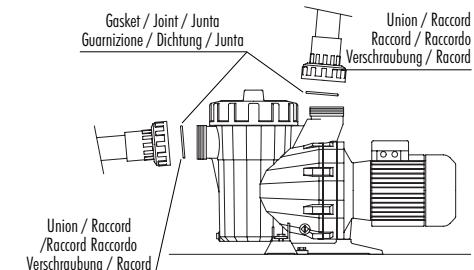

Fig. 2
- Para realizar a ligação da tubagem, encaixar as tubagens nos raios, instalada em conjunto com a bomba; as uniões dos raios às bocas de aspiração e impulsão da bomba são de rosca e utilizam juntas de vedação para evitar a perda de água (Fig. 2).
- Realizar a instalação das tubagens de impulsão de forma perpendicular e bem centrada em relação à entrada onde vai ser ligada para evitar que a bomba e a tubagem sejam submetidos a esforços externos que, para além de dificultarem a montagem, poderiam acabar por romper (Fig. 2).
- Instalar a tubagem de aspiração com uma ligeira inclinação para a bomba, na ordem dos 2%, evitando a criação de bolsas de ar (Fig. 2).